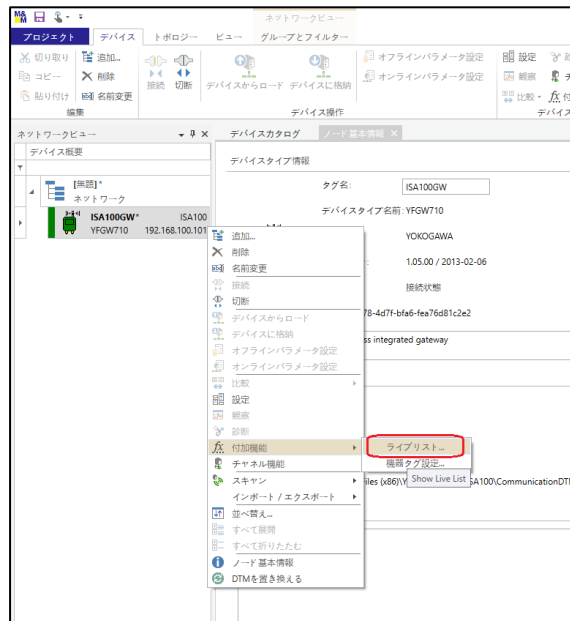

図 5-42 ライブラリメニューの選択
- ④ 次に fdtCONTAINER と ISA100.11a 無線上位システムが正常に接続されていることを確認します。メイン画面左のツリーメニュー⇒ISA100GW を右クリックし、「ライブラリ」を選択します。(図 5-42)